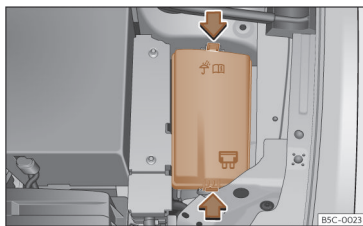

Fig. 214 No compartimento do motor: tampa da caixa de fusíveis.
- Pressione as patilhas de bloqueio para desbloquear a tampa da caixa de fusíveis >>> **Fig. 214**.